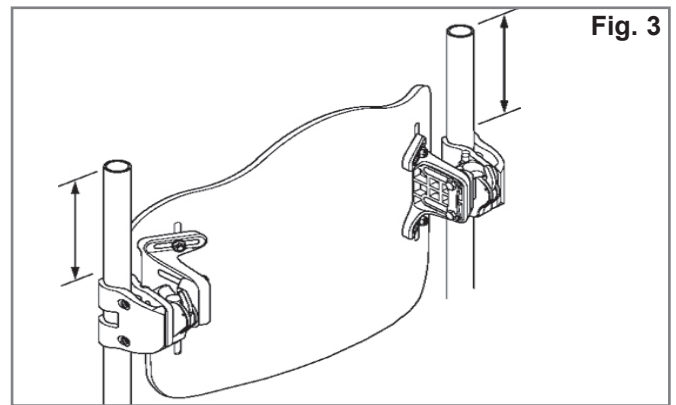
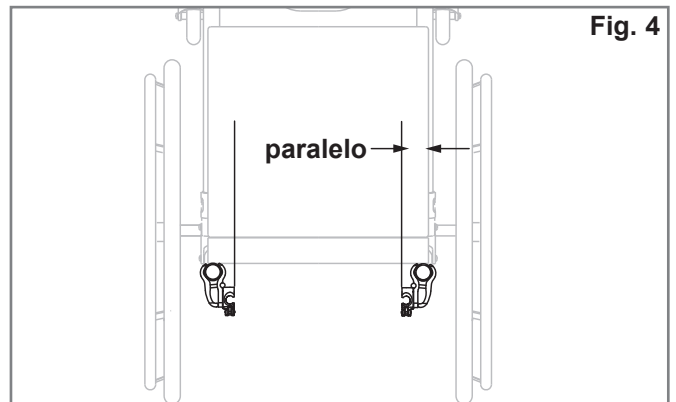

Fig. 3
Fig. 4
### Instrucciones para la instalación de las piezas de fijación (Fig. 3, 4, 5)
2. Determine visualmente la ubicación deseada de los receptores en los tubos del respaldo de la silla de ruedas. Las piezas del sistema de fijación deben estar montadas a una altura equidistante en cada tubo posterior (Fig. 3) y paralelas al armazón del asiento (Fig. 4). Cuanto más alta la ubicación de los tubos del respaldo, mejor.